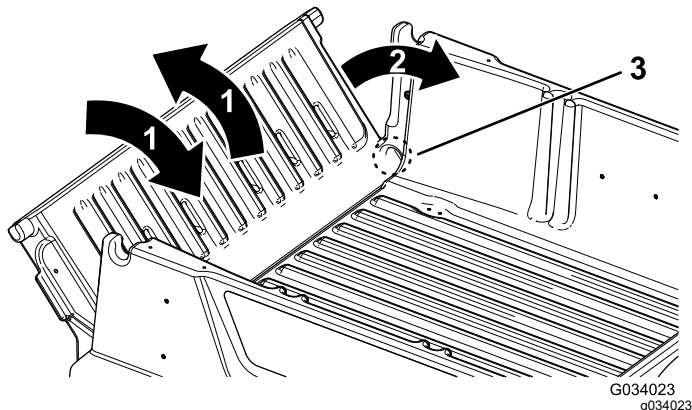

図 19
2. テールゲートを 45°程度の角度にする 図 19。
3. この位置から、テールゲートを小刻みに前後に振るように数回往復させる 図 19。